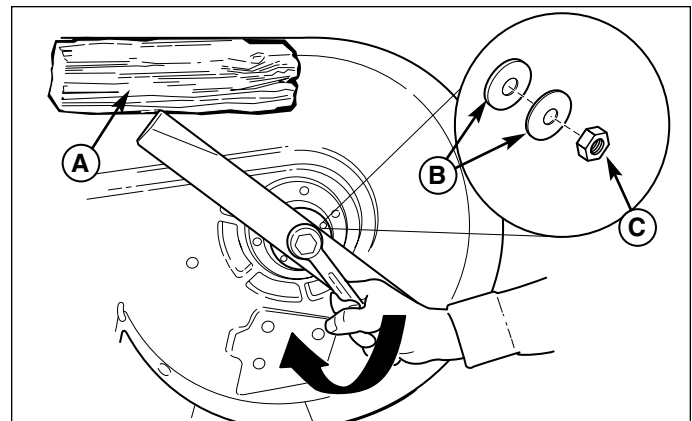
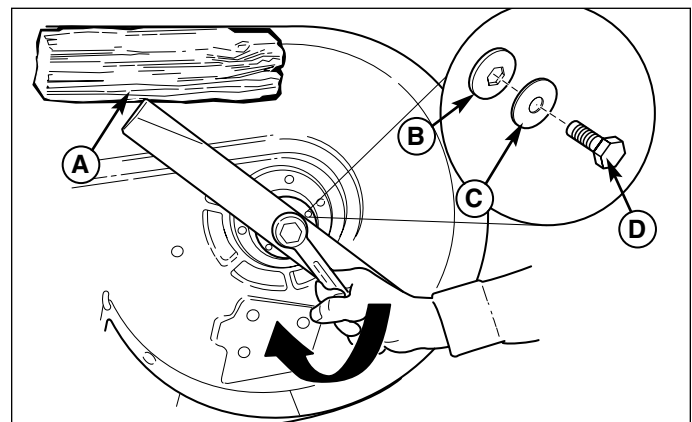

Abbildung 20. Messereinbau (97 cm und 107 cm Mähwerke)
Abbildung 21. Messereinbau (112 cm und 127 cm Mähwerke)
3. Mutter (C, Abbildung 20) oder Federscheiben (B) und Messer ausbauen. Oder Sechskantschraube (D, Abbildung 21), Unterlegscheibe (B), Federscheibe (C) und Messer ausbauen.
6. Das Messer wieder einbauen (Abbildung 21); die Spitzen müssen wie dargestellt nach oben in Richtung Mähwerk zeigen.
7. Große Federscheiben (B, Abbildung 20) und Mutter (C) einbauen. Das Messer mit einem Holzblock (A) gegen Verdrehen sichern und die Mutter (C) auf ein Drehmoment von 95 - 108 Nm fest ziehen. Oder die Unterlegscheibe (B, Abbildung 21), Federscheibe (C) und Sechskantschraube (D) einbauen. Das Messer mit einem Holzblock (A) gegen Verdrehen sichern und die Sechskantschraube (D) auf ein Drehmoment von 61 - 75 Nm fest ziehen.